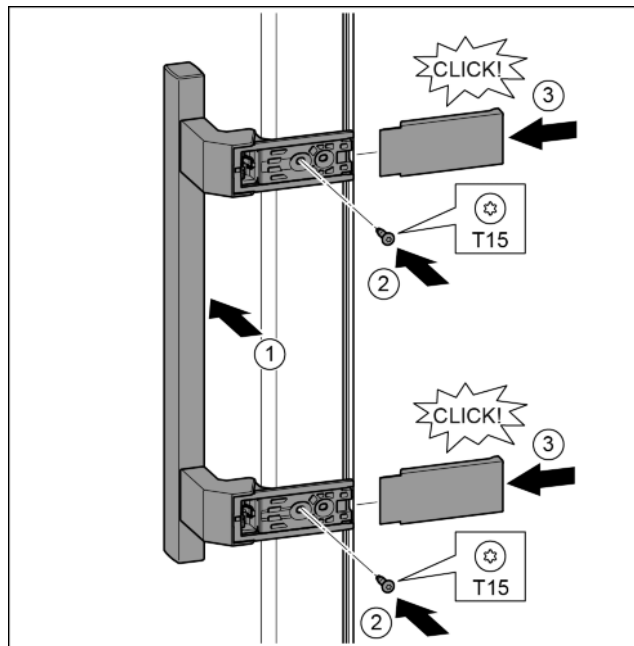

Fig. 22
- ▶ Встановіть ручку з протилежного боку. Fig. 22 (1)
- ▶ Закрутіть гвинти за допомогою викрутки T15. Fig. 22 (2)
- ▶ Встановіть кришки з боків та вставте їх. Fig. 22 (3)